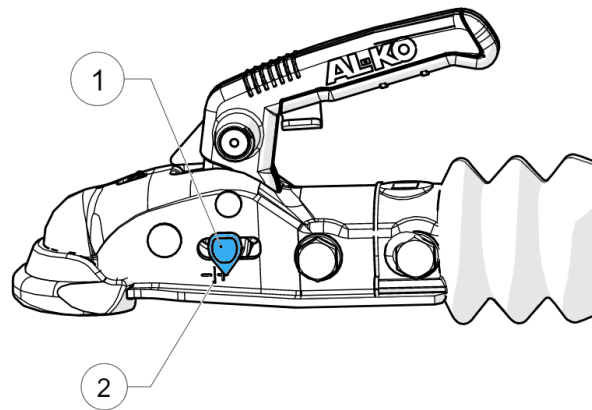

Abbildung 26 - Abnutzungsanzeige der Anhängerkupplung
10. Vergewissern Sie sich, dass sich die Verschleißanzeige (1, Abbildung 26) auf der positiven Seite der Grenzmarkierung (2, Abbildung 26) befindet.